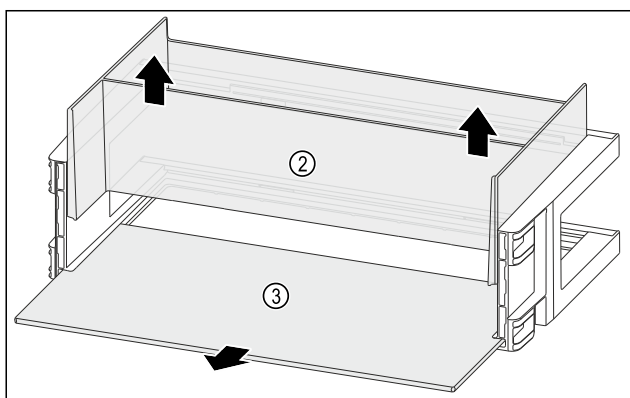

Fig. 141
- ▶ Извлеките органайзер Fig. 141 (2) движением вверх.
- ▶ Извлеките съемную полку Fig. 141 (3).